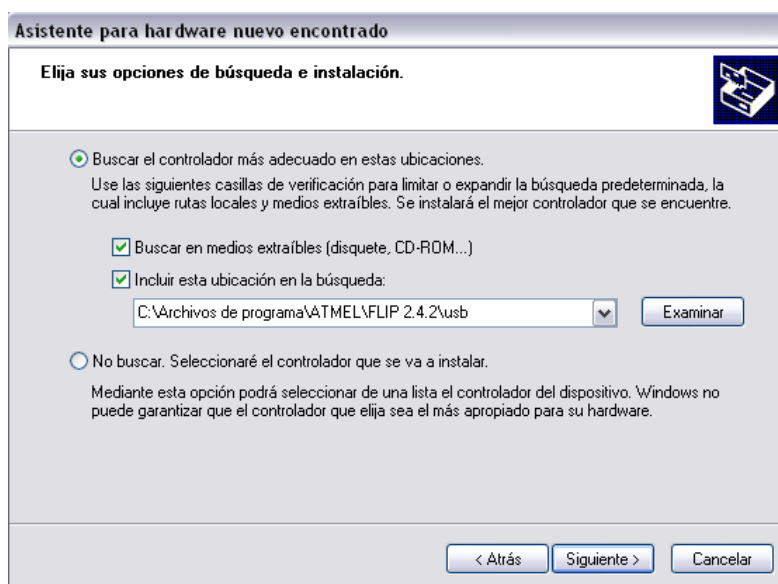

Figura. 4.27. Segundo Cuadro de Dialogo de Instalación
2. Los archivos del USB están localizados en la carpeta \usb dentro del paquete de Flip. Ingrese la ruta de la carpeta \usb, presione Aceptar (Figura 4.27).